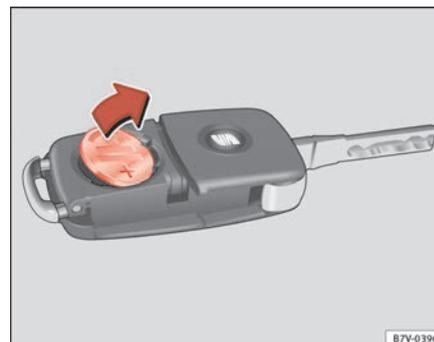

Abb. 45 Fahrzeugschlüssel: Batterie herausnehmen.
- Batterie mit einem geeigneten dünnen Gegenstand aus dem Batteriefach heraushebeln ⇒ **Abb. 45**.
- Neue Batterie wie gezeigt ansetzen ⇒ **Abb. 45** und entgegen der Pfeilrichtung in das Batteriefach drücken ⇒ ①.